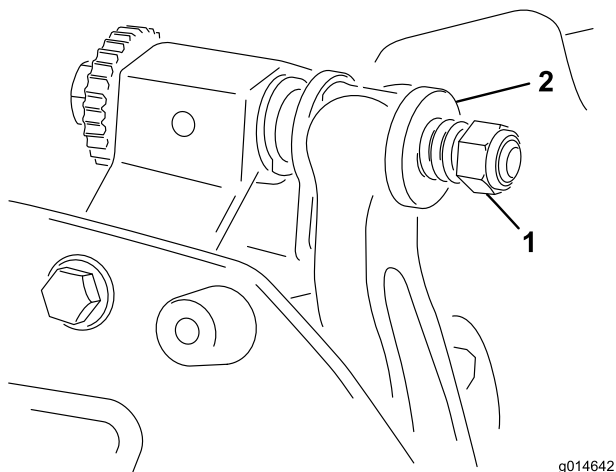

图16
6. 旋紧弹簧加压螺母、直到弹簧完全压紧、然后往回松开1/2圈（图16）。